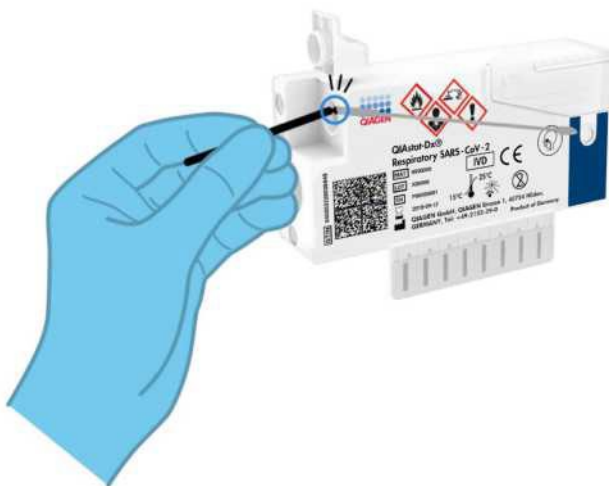

Рис. 9. Надлом стержня тампона.
6. Сломайте стержень тампона в точке надлома, оставив оставшуюся часть тампона в картридже панели QIAstat-Dx Respiratory SARS-CoV-2 Panel (рис. 9).